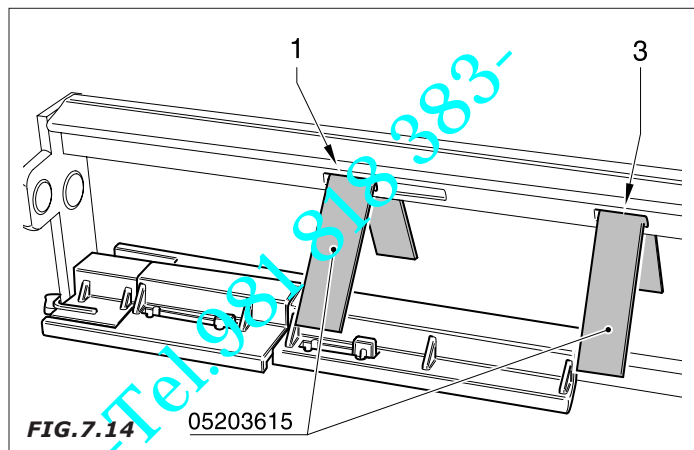

FIG. 7.14 05203615
- Introduzcan, según lo indicado en la Fig.7.14, los detalles 03133811 en la primera (1) y tercera (3) ranura presentes en el árbol.